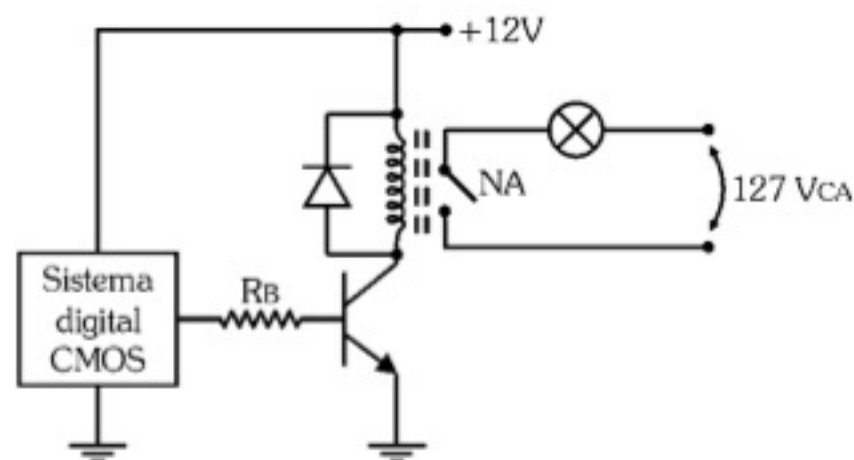

Figura 5.7 - Acionamento de uma lâmpada AC por um relé.
- 2) Deseja-se acionar uma lâmpada incandescente de 127VAC/100W por meio de um sistema digital CMOS alimentado por 12V, conforme mostra a Figura 5.7. Projete o circuito de acionamento dessa lâmpada.